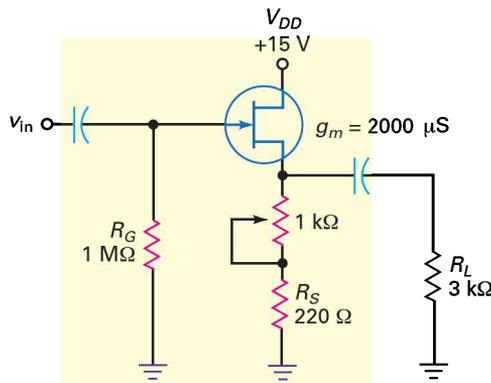

Figure 11.25
La figure 11.25 comprend une résistance variable de $1\ \text{k}\Omega$. Si elle est réglée à $780\ \Omega$, quel est le gain en tension ?
11.15 Avez-vous compris ? Sur la figure 11.25, quel est le gain en tension maximum en ajustant la résistance variable ?